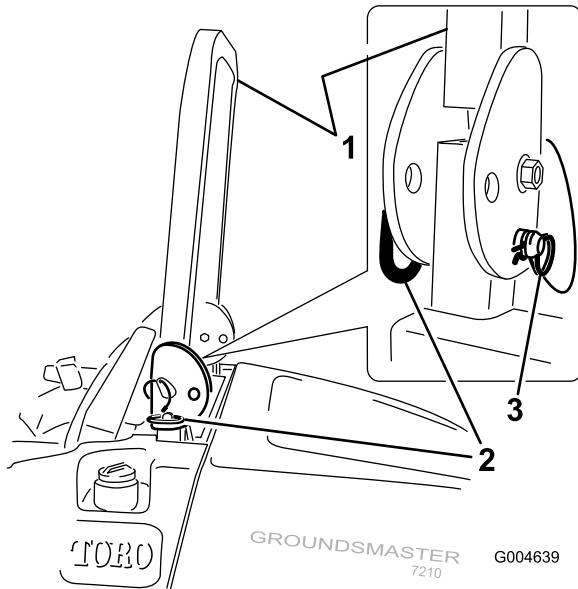

Figura 42
1. Para bajar la barra anti-vuelco, retire los pasadores de horquilla, empuje la barra hacia adelante contra los resorte, y retire los dos pasadores (Figura 42).
3. Instale los dos pasadores y fíjelos con los pasadores de horquilla (Figura 42).
4. Para elevar la barra anti-vuelco, retire los pasadores de horquilla y retire los dos pasadores (Figura 42).
5. Eleve la barra anti-vuelco a la posición vertical, instale los dos pasadores y fíjelos con los pasadores de horquilla (Figura 42).